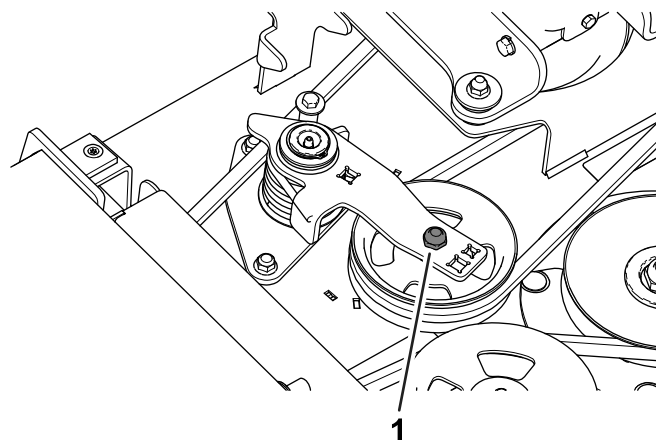

Figura 28
3. Folosind o cheie dinamometrică sau o unealtă similară, îndepărtați fulia rolei de ghidare (Figura 28) de curea de transmisie pentru a detensiona curea i pentru a permite alunecarea acesteia de pe fulia cutiei de viteze.